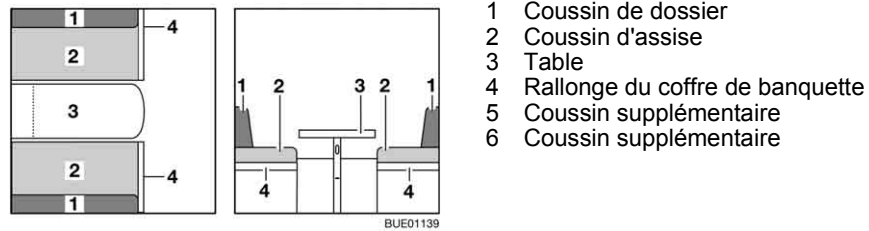

Fig. 91 Avant la transformation
- Convertir la table (Fig. 91,3) en sommier de lit (voir paragraphe 6.11).
- Déplier la rallonge du coffre de banquette (Fig. 91,4).
- Enlever les coussins de dossier (Fig. 91,1) et les placer de côté.